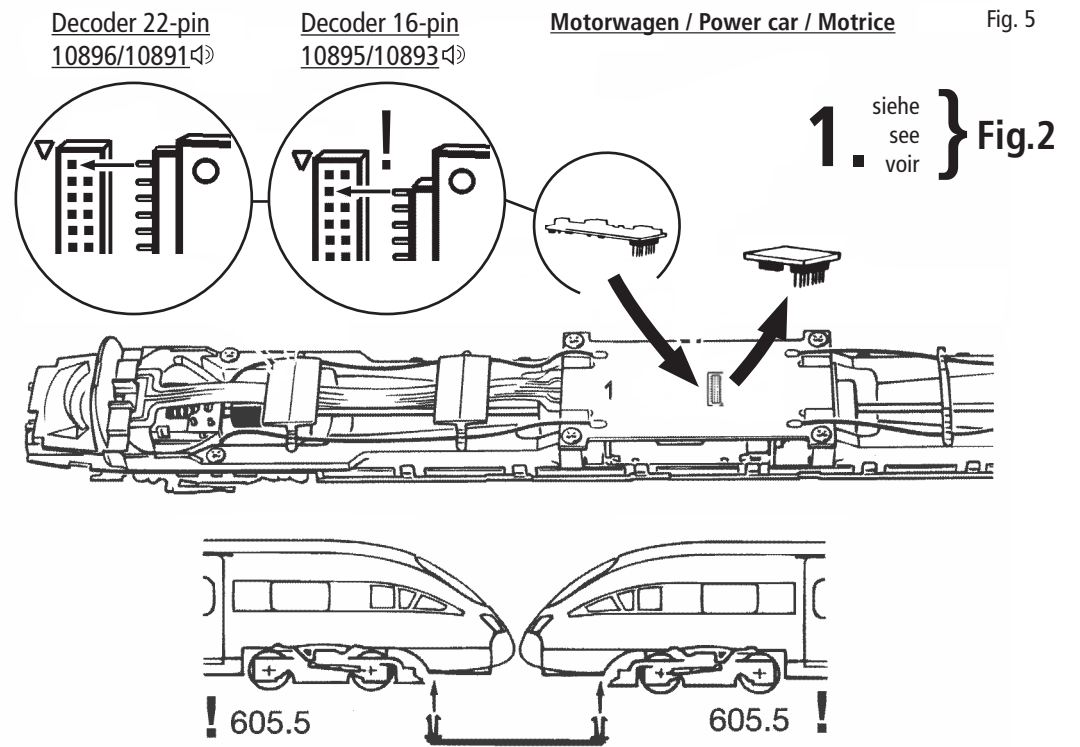

Fig. 6
4. Haftreifenwechsel: Zuerst den Getriebedeckel abnehmen (Fig. 6). Danach den **Radsatz** herausnehmen und die **Haftreifen** mit einer Nadel od. mit einem feinen Schraubendreher abziehen (Fig. 6). Beim Aufziehen der neuen Haftreifen darauf achten, dass diese sich nicht verdrehen.
4. Change of traction tyre: Remove the gear cover (fig. 6). Take out **wheel set** and remove **traction tyre** using a pin or a fine screwdriver (fig. 6). When pressing on the new traction tyre please **avoid twisting it**.
Démontez d'abord le **couvercle du carter des engrenages** des engrenages (fig. 6). Délogez ensuite les essieux bandagés et enlevez, à l'aide d'une aiguille ou d'un tourne vis fin, les bandages d'adhérence (fig. 6). Lors du montage des nouveaux bandages veuillez veiller à ce que les bandages **ne soient pas tordus**.